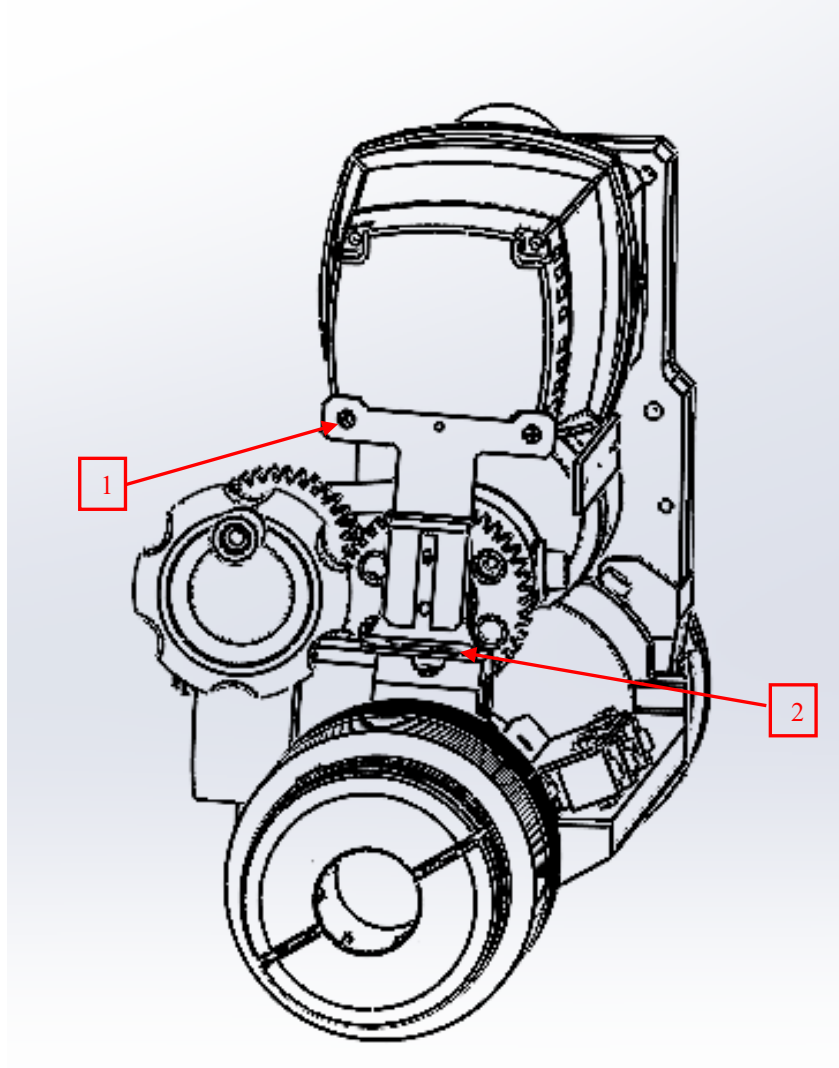

Figure 1.6
1.2.1 figure 1.6 – position 1'de gösterilen dört vidayı ve figure 1.6 – position 2'de gösterilen 2 bağlantı vidasını sökerek motor koruma kapağını çıkarın;